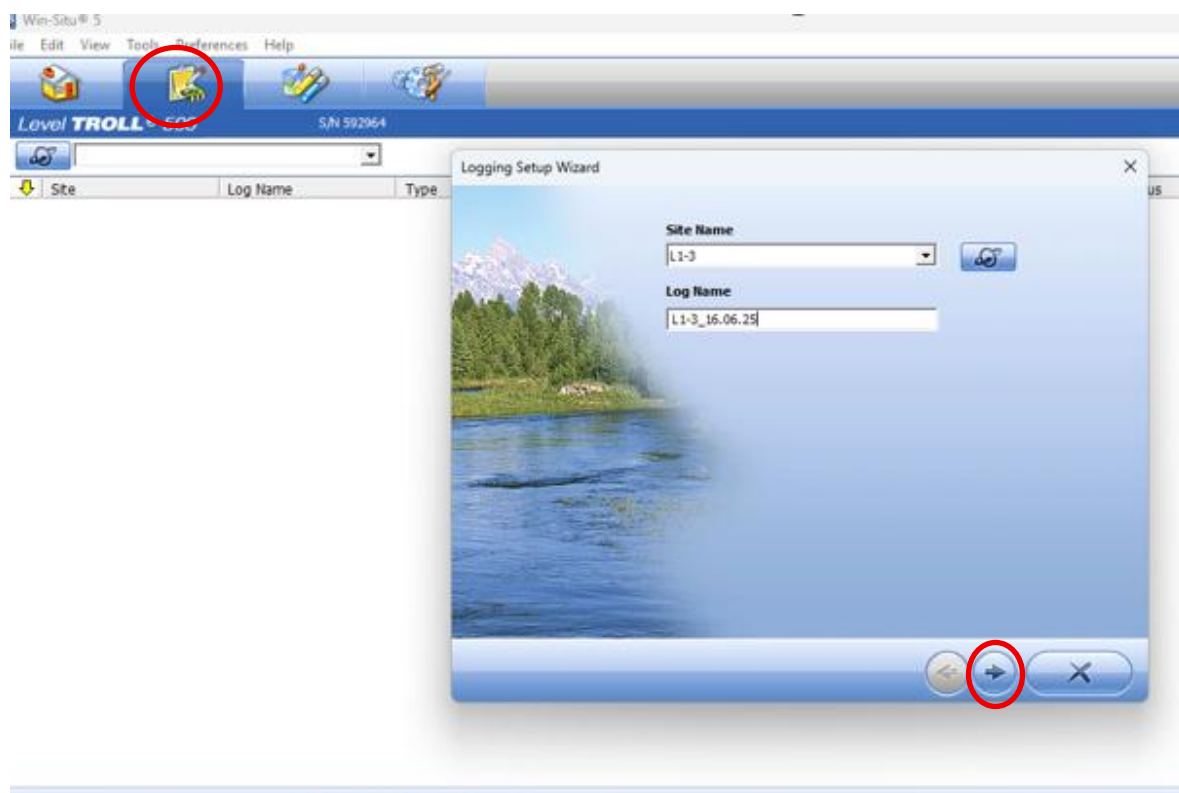

Figura 4: Creación de un nuevo archivo de logeo
- D) Configure un nuevo sensor haciendo clic en el icono señalado en la Figura 4, se desplegará una pestaña llamada “**logging setup wizard**”, ingresando en el “**site name**” el nombre del pozo y en “**log name**” se ingresa el nombre del archivo de logeo que debe ser escrito de la siguiente manera “**nombre del pozo_fecha_de instalación**”.